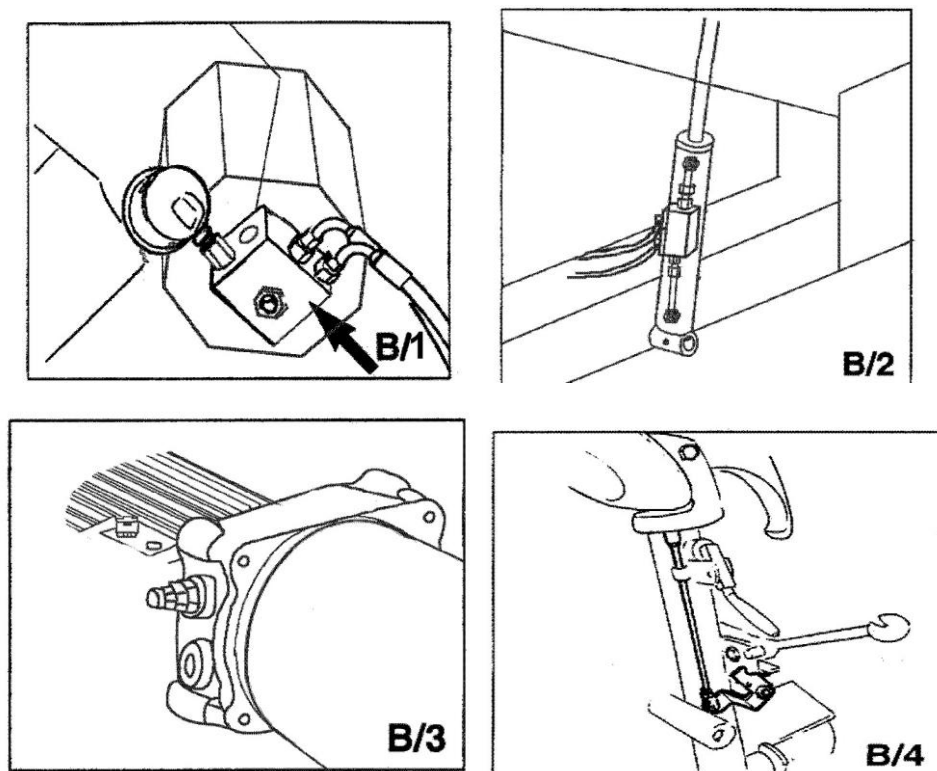

Рисунок 2. Устройства безопасности
1. Обратный клапан гидравлической линии (внутри поворотного соединения (Рис.2-В/1)). Он предотвращает падение колеса с кулачкового патрона, в случае отказа гидравлической системы.
2. Обратный клапан гидравлической линии монтажной руки (Рис.2-В/2). Предотвращает падение монтажной руки, в случае отказа гидравлической системы.
3. Клапан сброса избыточного давления установлен на 130 бар \pm 5% (Рис.2-В/3). Ограничивает давление в гидросистеме и обеспечивает правильную работу.
5. Механическое блокировочное устройство на монтажной руке (Рис.2-В/4). Любые работы, даже самые незначительные на электрической системе устройства, должны производиться исключительно квалифицированным пер-